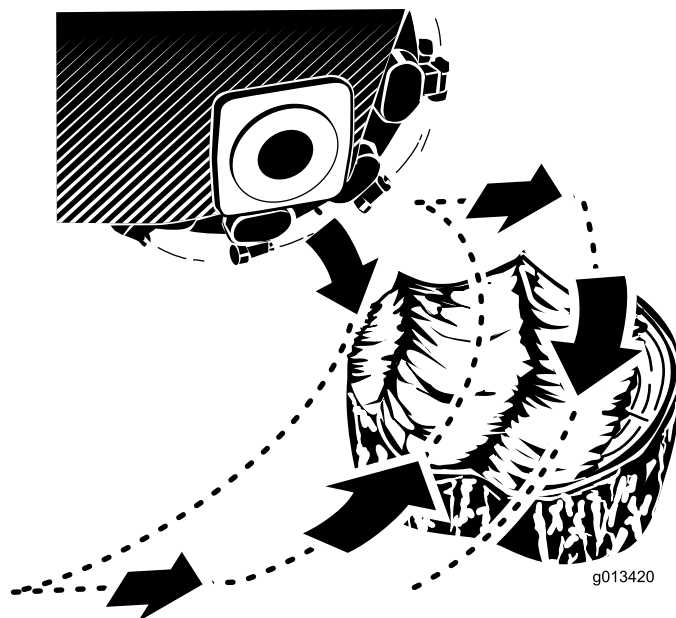

Figura 22
- Utilize a alavanca do controlo do triturador e o controlo da tração para posicionar o triturador na lateral da parte da frente do tronco, cerca de 2 cm abaixo da superfície (Figura 22).
- Utilize a alavanca de controlo do triturador para girar o triturador lentamente na face do tronco, cortando lascas (Figura 22).
- Desloque a máquina para a frente alguns centímetros e repita o passo 4 (Figura 22).
- Repita os passos 4 a 5 até ter triturado toda a face do tronco (Figura 22).